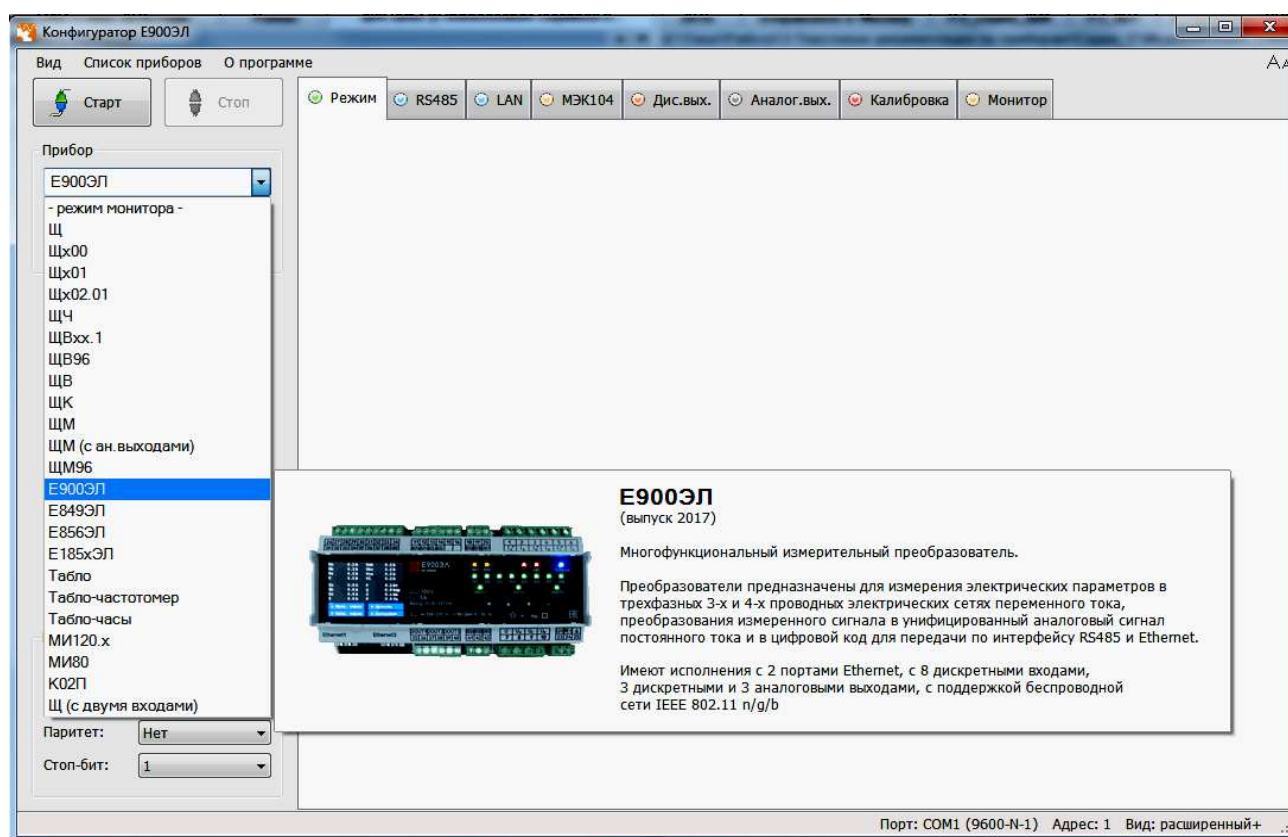

Рисунок 1 – Общий вид программы
3.9.1 Конфигурирование преобразователей происходит с помощью программы-конфигуратора (рисунок 1) и проводится в случае необходимости перенастройки параметров интерфейсов, изменения коэффициентов трансформации, изменение яркости свечения индикации, задания уставок, задания параметров аналоговых/дискретных выходов, настройки связи и индикации параметров на внешних индикаторных панелях.